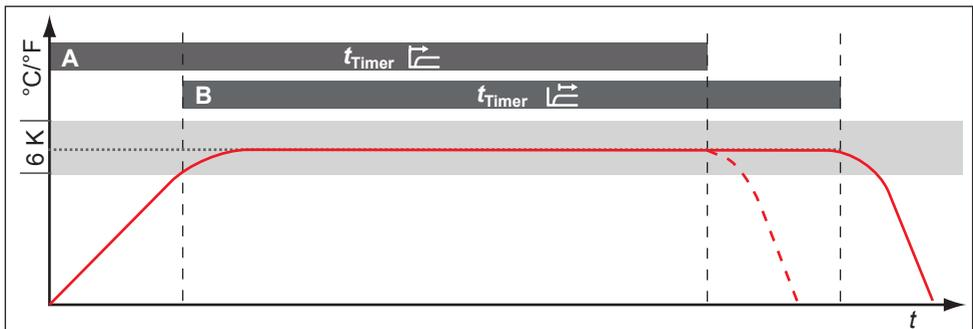

Fig. 20 *Modo timer*
Aquí se puede ajustar si el reloj de cuenta atrás digital con indicación del valor nominal (timer, véase la página 26) debe trabajar según los valores nominales, es decir, si el tiempo de funcionamiento con timer debe empezar a contar al alcanzar una banda de tolerancia con respecto a la temperatura nominal de  $\pm 3 \text{ K}$  (Fig. 20, B), o inmediatamente después de la activación del timer (A).